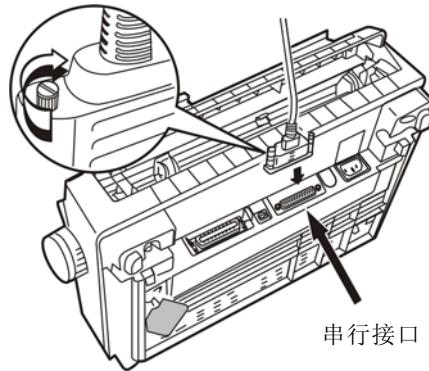

图 1-27 连接串口电缆
1. 关闭计算机和打印机电源, 将串口电缆的插头连接到打印机的串行接口, 拧紧插头两侧的螺丝, 使插头固定 (如图 1-27 所示)。